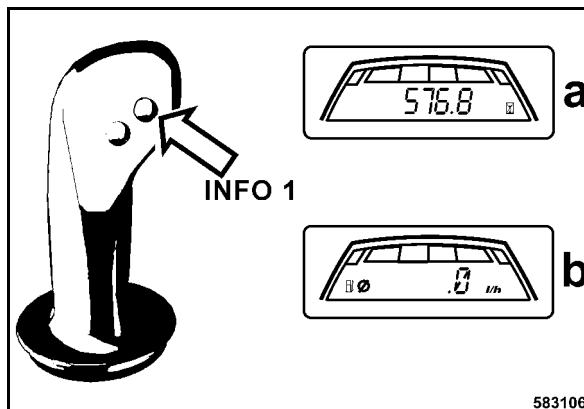

Fig. 85
- Pulsar el botón de INFO 1 (Fig. 85) (parte trasera de la palanca de marcha).